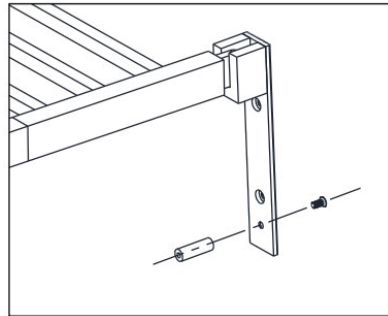

Figura 1
2. Fixar a barra de ligação com os suportes de montagem através dos parafusos de fixação. Ver a figura 1